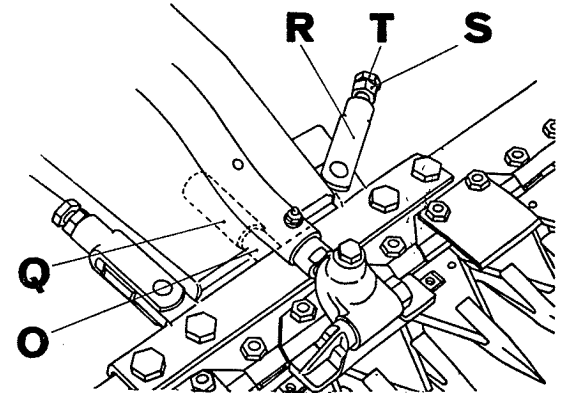

Fig. 8
5. Montage des Messerbalkens am Ausleger (Fig. 8)
5. Montage de la barre coupeuse (fig. 8)
5. Montaggio della barra al porta-barra (fig. 8)